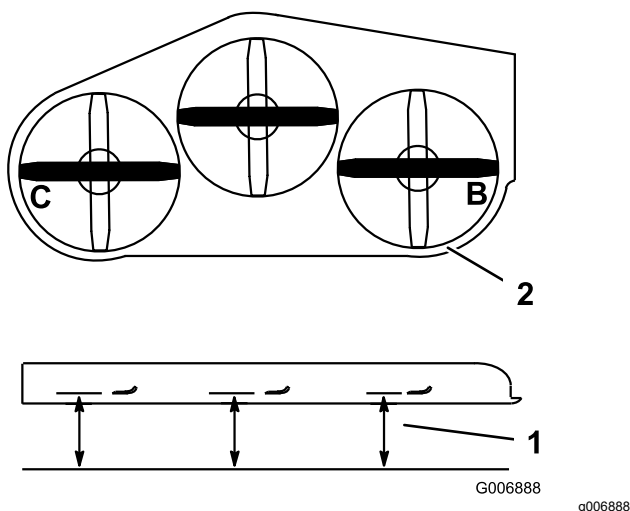

図 81
4. **B 位置** および **C 位置** で、平らな床面からブレードの刃先までの距離を測定する **図 81**。